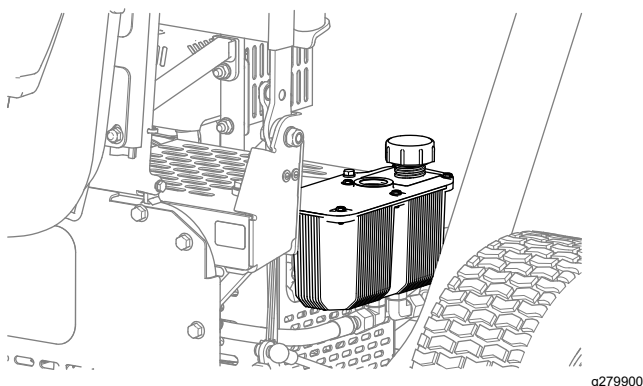

図 39
2. 油圧タンクのキャップを取り外す 図 39。
4. タンクにキャップを取り付ける 図 39。